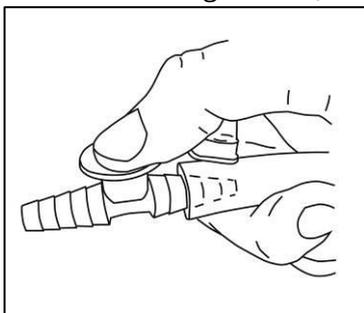

Abb. 22
3. Über die Nebenluftregulierung am Fingertip können Sie das eingestellte Vakuum zusätzlich feinregulieren (Abb. 22).
2. Steuern Sie den Absaugvorgang und das gewünschte Vakuum mit der Nebenluftöffnung am Fingertip (Abb. 22).